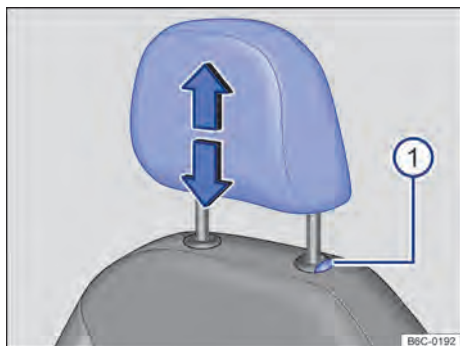

Fig. 66 Apoyacabezas delantero: desmontar.
- Retirar el apoyacabezas con el botón → fig. 66 ⓘ presionado.
- Empujar hacia abajo totalmente el apoyacabezas con el botón → fig. 66 ⓘ presionado.